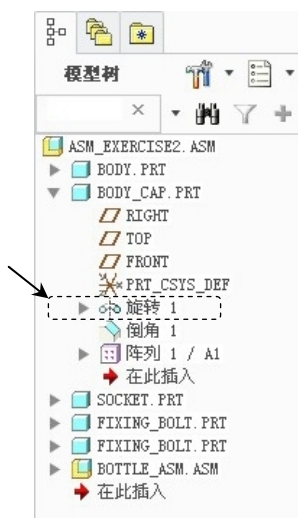
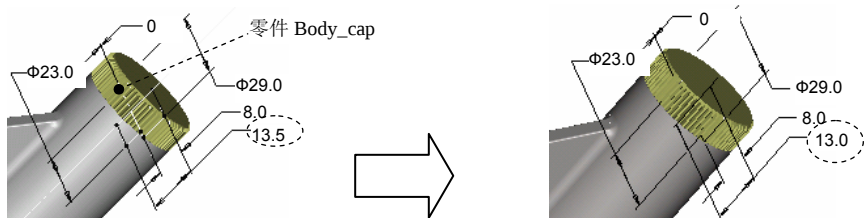

图 7.6.2 模型树（二）
图 7.6.3 修改尺寸
Step4. 在模型树中，右击要修改的特征（比如  **旋转 1**），如图 7.6.2 所示，从弹出的菜单中即可选取所需的编辑、编辑定义等命令，对所选取的特征进行相应操作。
在装配体 `asm_exercise2.asm` 中，如果要将零件 `body_cap` 中的尺寸 13.5 改成 13.0，如图 7.6.3 所示，操作方法如下：
Step1. 显示要修改的尺寸。在图 7.6.2 所示的模型树中，单击零件 `BODY_CAP.PRT` 中的  **旋转 1** 特征，然后右击，选择 **编辑** 命令，系统即显示图 7.6.3 所示的该特征的尺寸。